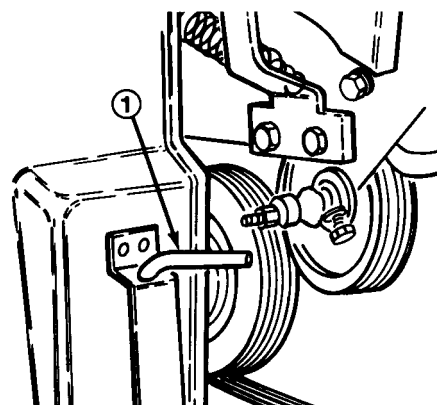

Fig. 16
- B. Fjern bypass-pinden fra opbevaringsbeslaget foran på borehoveddækslet (fig. 16).
1. Fjern bypass-pinden fra opbevaringsbeslaget foran borehoveddækslet (fig. 16).